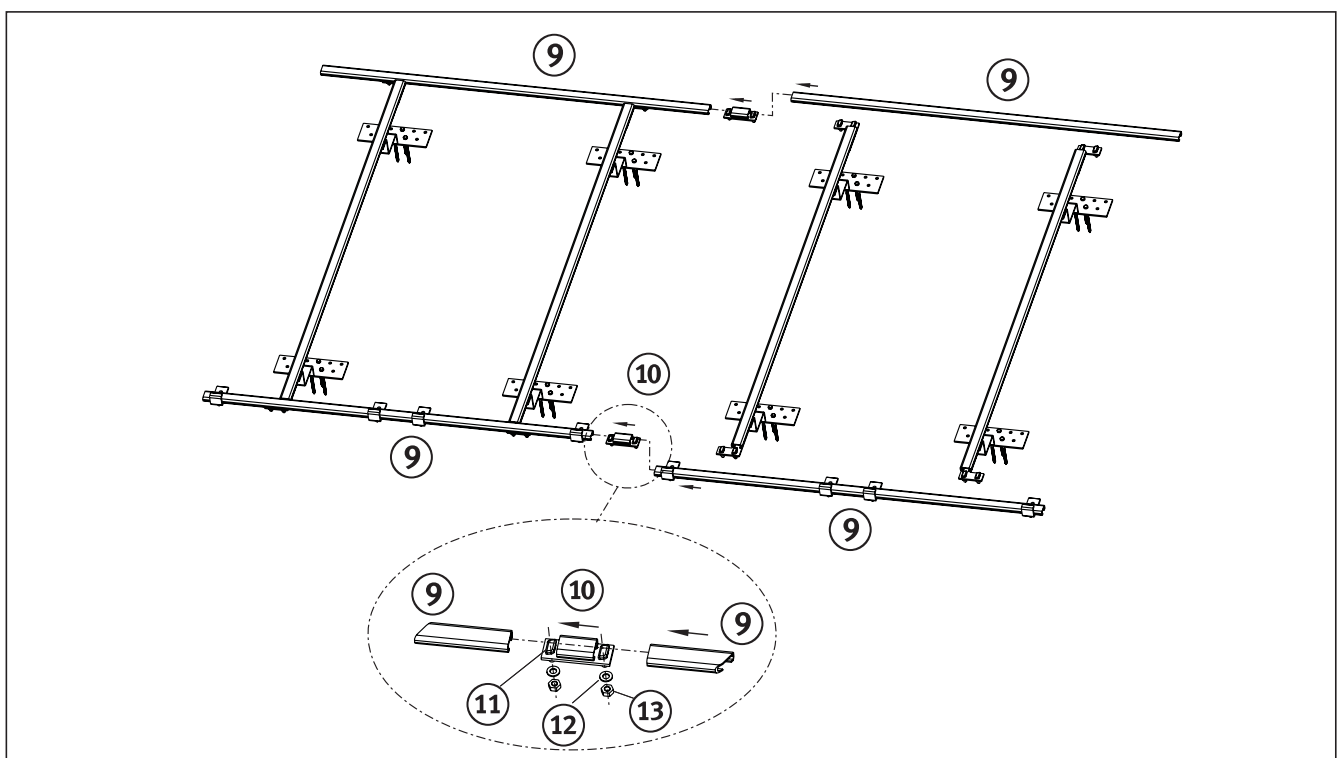

Abb. 6.12 Verbindung von mehreren Montagesets
- Bei der Verbindung von 2 oder mehreren Montagesets für die Kollektoren werden die horizontalen Auflageschienen (Abb. 6.12, Pos. 9) mit je einem Verbindungsstück (Pos. 10) gekoppelt. Benutzen Sie dazu je 2 Hammerkopfschrauben (Pos. 11), Unterlegscheiben (Pos. 12) und Sechskantmuttern (Pos. 13).